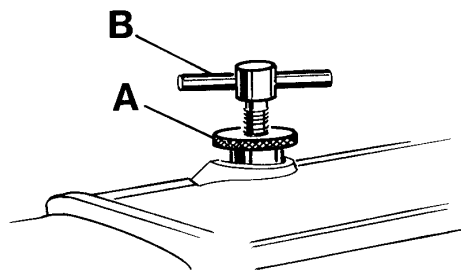

Fig. 21
Rotate handwheel until the lower feed dog is below the throat plate. Loosen knurled nut (A, Fig. 21) and turn out T-screw (B) until it does not exert any pressure on the leaf springs. In this position, the pressure exerted on the presser foot should be so strong that the presser foot bottom rest squarely on the throat plate.
Drehen Sie am Handrad bis der untere Transporteur unter der Stichplatte steht. Lösen Sie die Rändelmutter (A, Fig. 21) und drehen Sie die Knebelschraube (B) so weit heraus, daß sie nicht mehr auf die Blattfedern drückt. In dieser Stellung soll der Druck auf den Drückfuß so stark sein, daß die Drückfußsohle flach auf der Stichplatte aufliegt.
Now turn in T-screw (B, Fig. 21) until the necessary presser foot pressure for proper feeding is exerted (determine by sewing tests). Secure this setting with the knurled nut (A) which simultaneously fastens the upper arm cover. Remount the face cover and the finger guard.
Nun drehen Sie die Knebelschraube (B, Fig. 21) so weit ein, daß der zum einwandfreien Transport notwendige Drückerfußdruck erzeugt wird (durch Nähversuche ermitteln). Sichern Sie diese Einstellung mit der Rändelmutter (A), mit der gleichzeitig der obere Armdeckel befestigt wird. Montieren Sie den Stirndeckel und den Fingerschutz wieder.